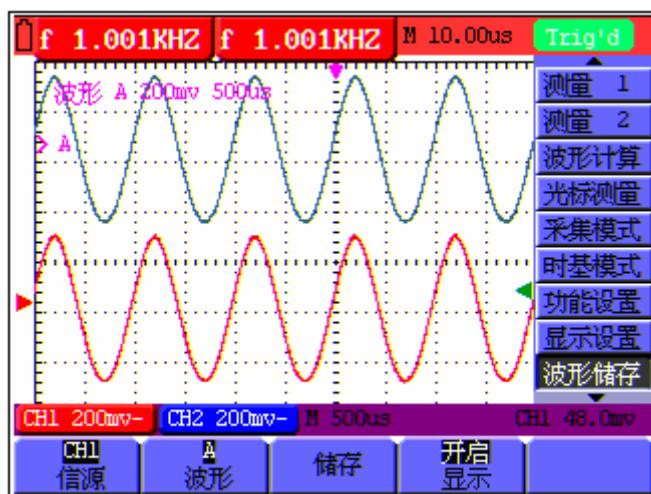

图49：波形储存
6. 按 **F4** 键，选择地址A为开启，储存在地址A中的波形就显示在屏幕上，波形显示的颜色是蓝色，同时以紫色信息显示波形的零点位置、电压档位和水平时基。见图 49：